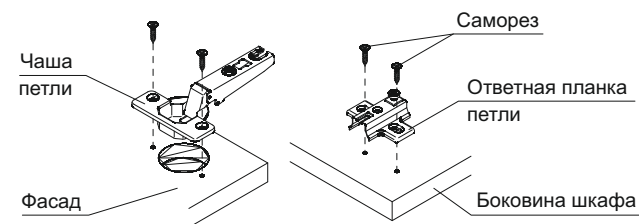

Рис. 2
- На дет. 7, 11 установить соответствующие части петель накладных (К-5) при помощи саморезов 4x16 (рис. 2).